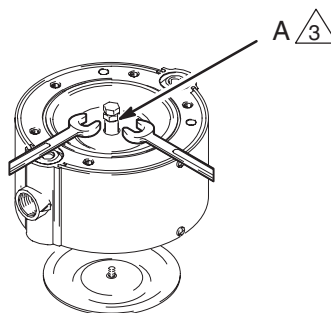

Fig. 5
2. Desenrosque a mano una membrana (6) del eje (5). Vea la Fig. 5.